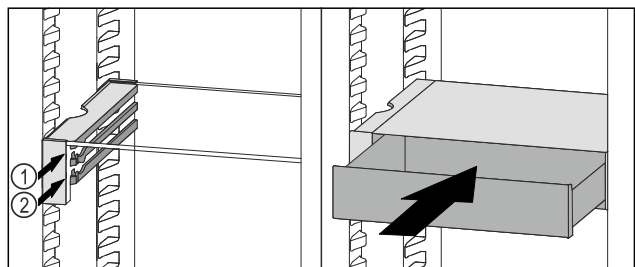

Fig. 80
- ▶ VarioSafe-Schubfach hinter den Stopperrn auf gewünschter Rippe Fig. 80 (1) oder Fig. 80 (2) aufsetzen.